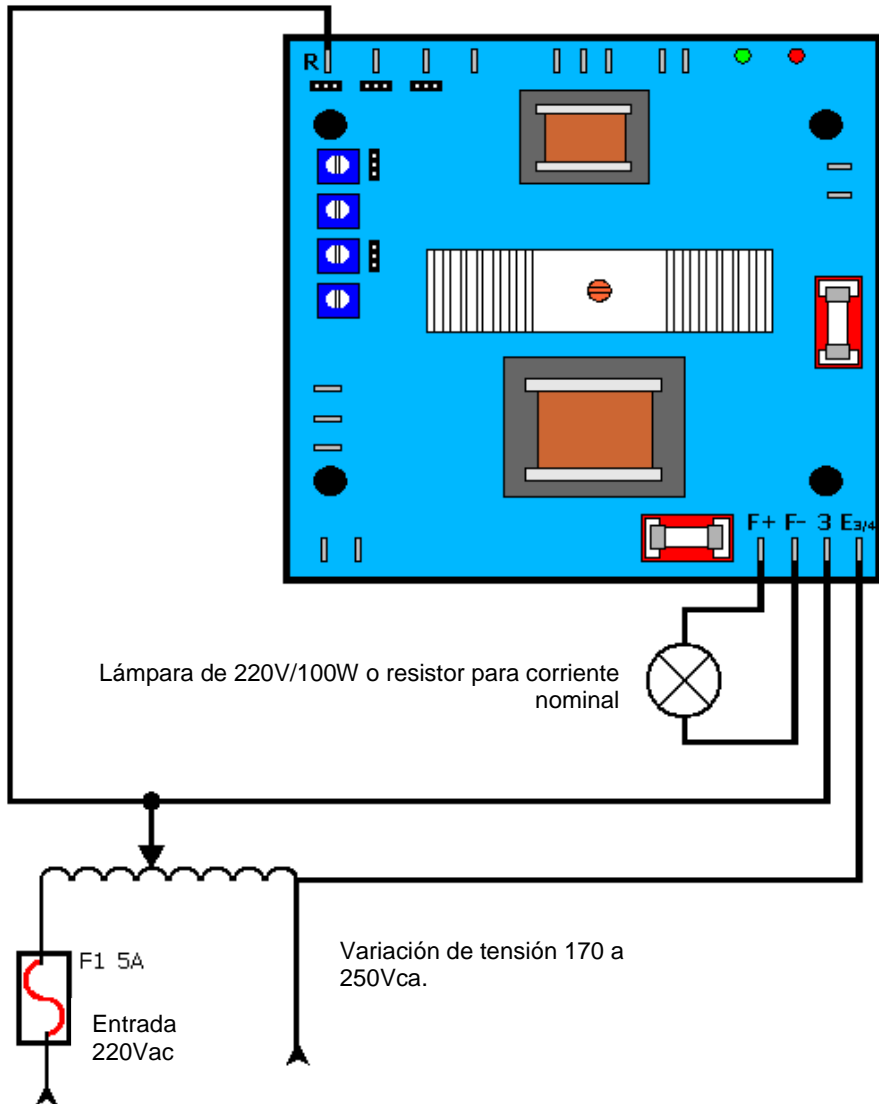

Figura 20.1 - Conexión del regulador sin generador.
1. La tensión de la lámpara debe ser igual o superior a la tensión aplicada en la entrada. La figura 20.1 muestra un ejemplo utilizando una lámpara de 220V/100W.